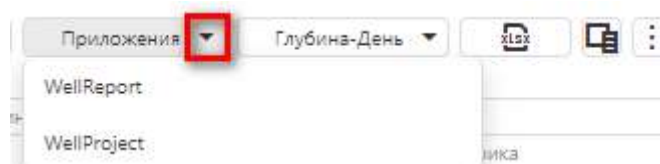

Рис. 3.18
**Приложения** - переход в программы WellReport и WellProject (рис. 3.18). Выберите скважину в списке, затем нажмите на кнопку. Откроется выбранная программа.